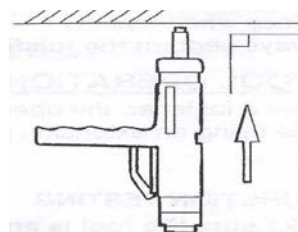

Рис.7
7.3. Инструмент держите строго перпендикулярно к пристреливаемому основанию. Прижмите инструмент, после чего пистолет автоматически выстрелит (рис. 7).